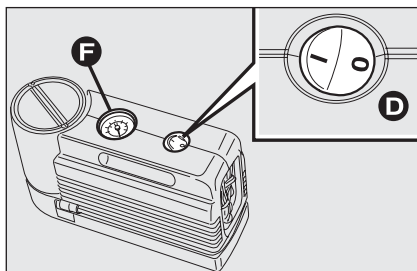
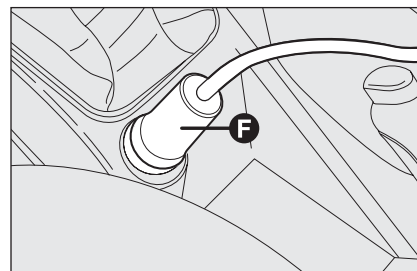

fig. 10
fig. 11
- assicurarsi che l'interruttore **D-fig. 10** del compressore sia in posizione **0** (spento), avviare il motore, inserire la spina **E-fig. 11** nella presa di corrente più vicina e azionare il compressore portando l'interruttore **D-fig. 10** in posizione **1** (acceso). Gonfiare il pneumatico alla pressione prescritta nel paragrafo "Pressione di gonfiaggio" del capitolo "Dati Tecnici".
Per ottenere una lettura più precisa, si consiglia di verificare il valore della pressione sul manometro **F-fig. 10** con il compressore spento;